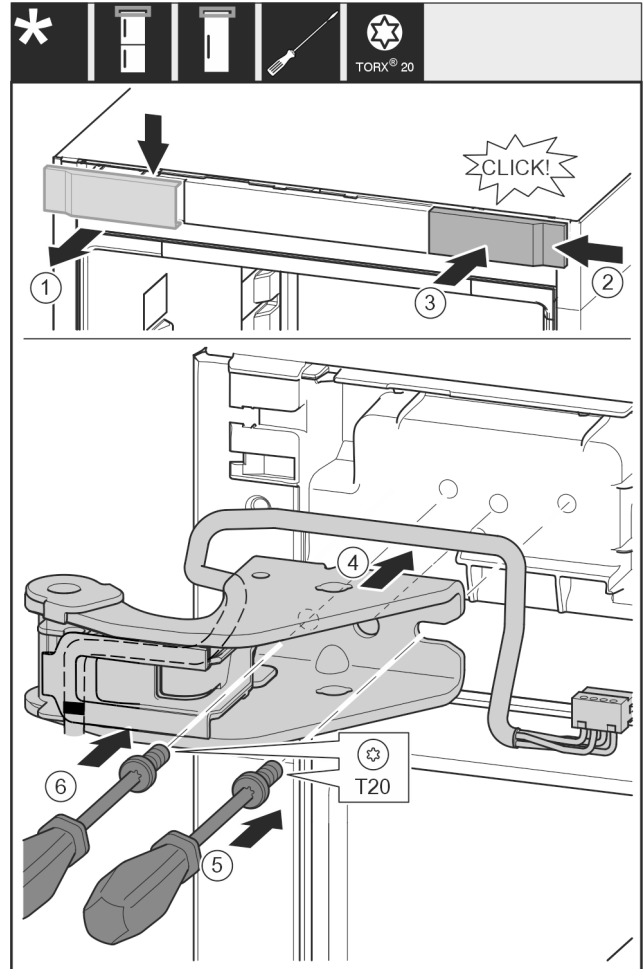

Fig. 22
- ▶ Hiqni kapakun mbulues nga lart duke e tërhequr përpara. Fig. 22 (1)
- ▶ Futni kapakun të rrotulluar me 180°, në anën tjetër nga e djathta. Fig. 22 (2)
- ▶ Mbërtheni në vend kapakun mbulues. Fig. 22 (3)
- ▶ Vendosni bazamentin mbështetës të sipërm. Fig. 22 (4)
- ▶ Vendosni vidën me një kaçavidë T20 dhe shtrengojeni fort. Fig. 22 (5)
- ▶ Futni në vend vidën me një kaçavidë T20 dhe shtrengojeni fort. Fig. 22 (6)